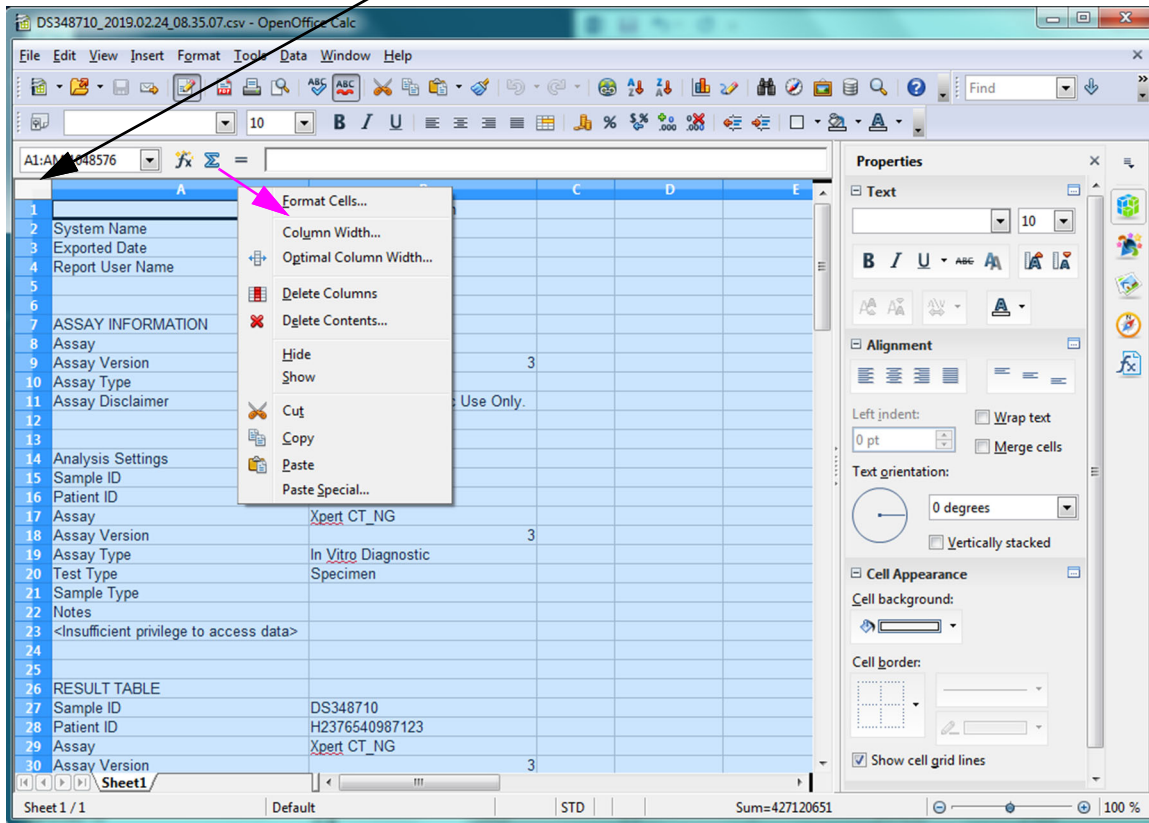

Figura D-6. Meniu vertical pentru selectarea opțiunii Lățime coloană
8. Faceți clic dreapta pe antetul coloanei. Apare un meniu vertical în partea dreaptă a coloanei (consultați Figura D-6).